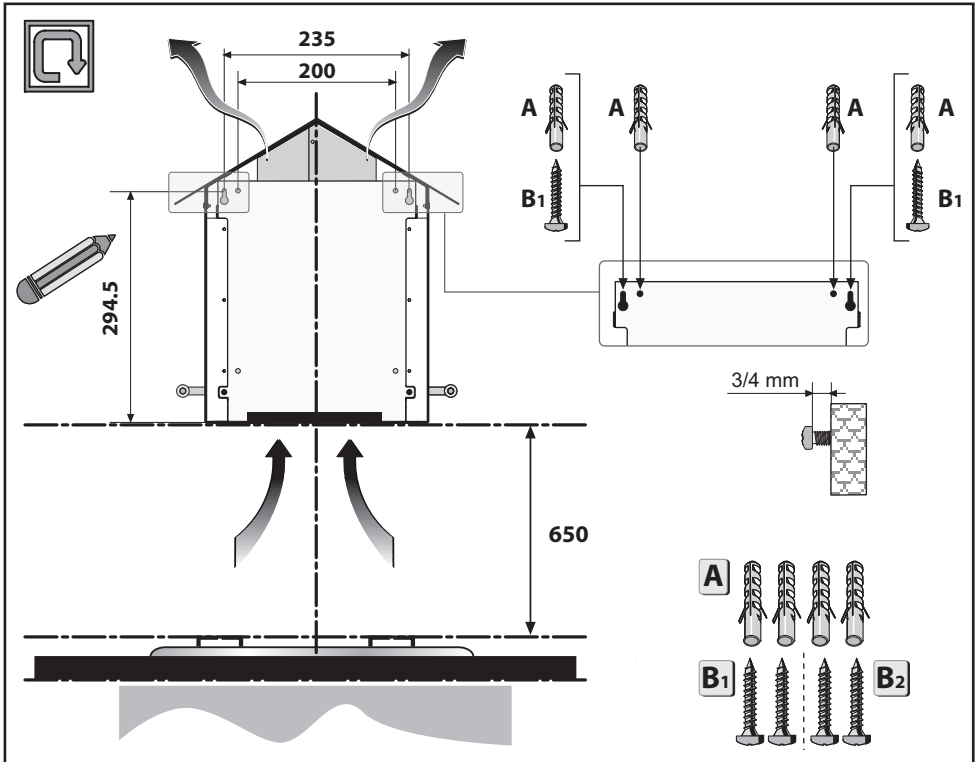

Fig.1
Leggere attentamente il contenuto del presente libretto in quanto fornisce importanti indicazioni riguardanti la sicurezza di installazione, d'uso e di manutenzione. Conservare il libretto per ogni ulteriore consultazione. L'apparecchio è stato progettato per uso in versione filtrante (riciclo aria all'interno - Fig.1)
Prima di effettuare l'installazione della cappa al muro controllare le misure indicate in Fig.1, tenendo conto della distanza minima dal piano di cottura.
- Segnare ed eseguire i 4 fori di fissaggio (Fig.1).
- Fissare i 4 tasselli **A** ad espansione e le 2 viti **B1** senza avvitare completamente Fig. 1.
Die Anleitung für eventuelle zukünftige Konsultationen aufbewahren. Das Gerät wurde zum Gebrauch in Filtrationsversion (innerer Luftumlauf - Abb.1) .